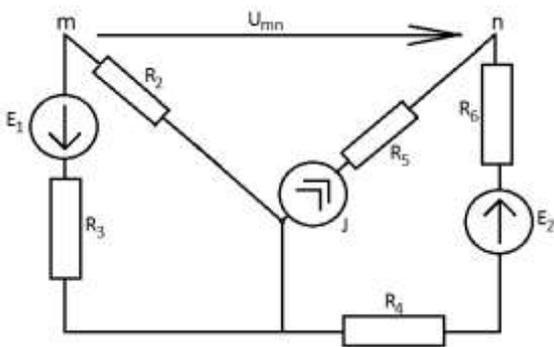
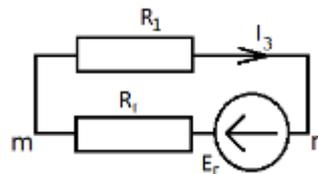

Рис. 119
Рис. 120
1.5.1. Рассчитаем ток I_3 . Для этого оборвем ветвь с искомым током, обозначив узлы буквами m и n (см. рис. 119). Оставшаяся часть схемы и будет представлять собой эквивалентный генератор с эквивалентной ЭДС и сопротивлением (рис. 120).